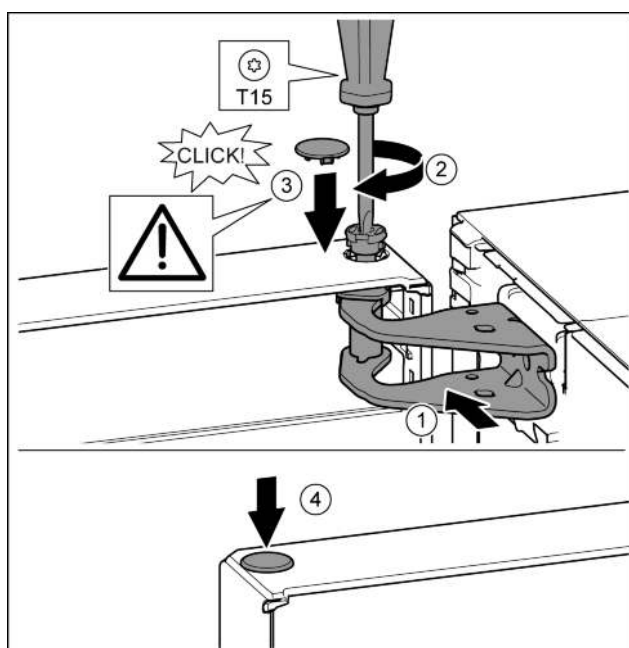

Fig. 19
- Дверь вверх выровнять по отверстию в опорном кронштейне. Fig. 19 (1)
- Вставить палец и затянуть отверткой T15. Fig. 19 (2)
- Установить предохранительную крышку для защиты двери: вставить предохранительную крышку и проверить, прилегает ли она к двери. В ином случае вставить палец полностью. Fig. 19 (3)
- Вставить заглушку. Fig. 19 (4)